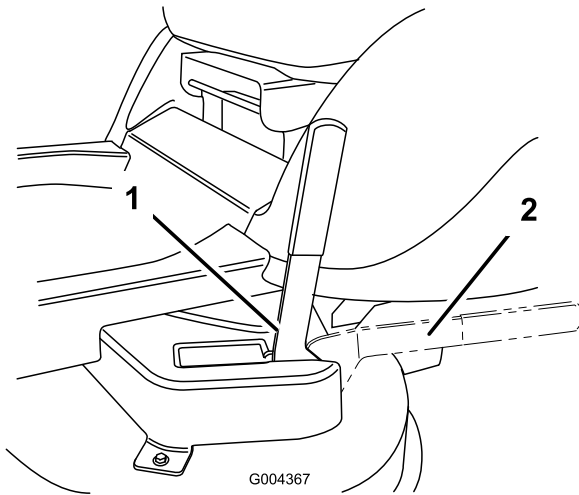

Bild 16
3. Stellen Sie den zuschaltbaren Recyclehebel (Bild 16) auf die gewünschte Stellung: